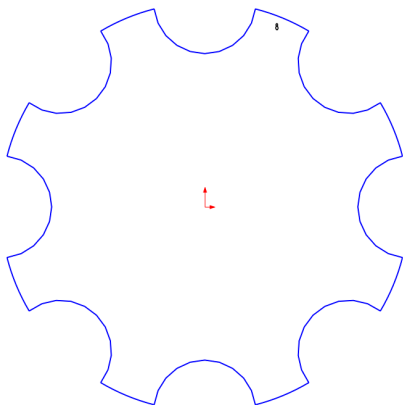

图 14-4 修剪圆弧对象
(4) 单击【剪裁实体】按钮，在绘图区中，修剪相应的圆弧对象，如图 14-4 所示。